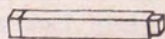

Fig. No. 2 (6)
**Travesaños:** llevan en cada extremidad espigas que van incrustadas en las laterales. Medidas: 36 cms largo (figura No. 2).